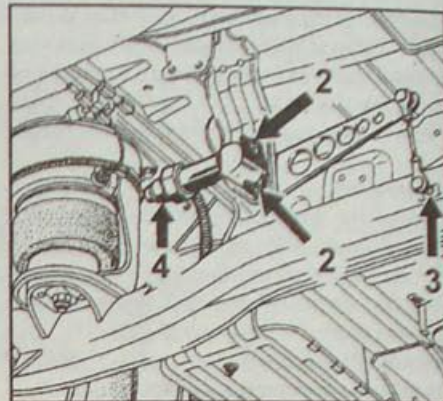

Рис. 11.16. Снятие датчика уровня: 2 – болты крепления датчика уровня; 3 – шаровой шарнир тяги датчика уровня; 4 – электрический разъем
- Отверните гайку крепления пальца шаровой опоры тяги к балке (3, рис. 11.16) и отсоедините тягу датчика положения кузова.